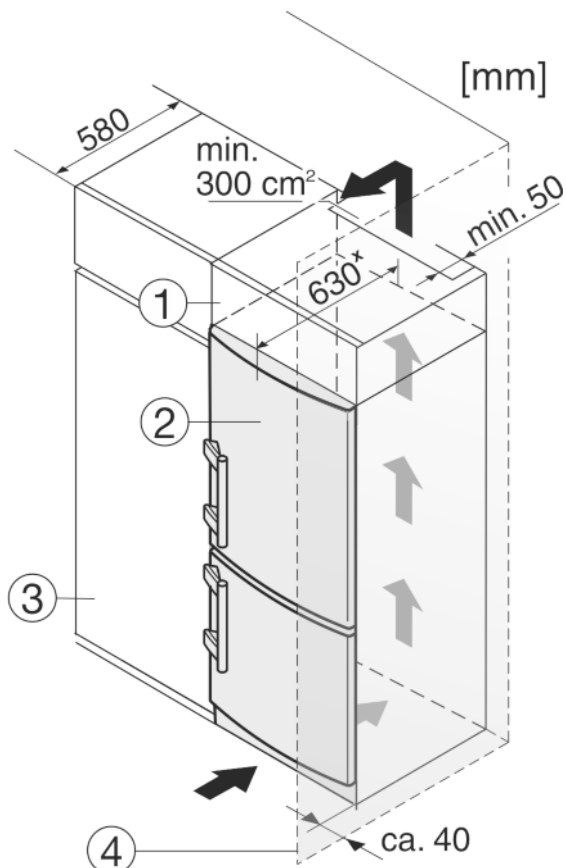

Fig. 12
Устройство может быть окружено предметами кухонной обстановки. Чтобы уравнять устройство Fig. 12 (2) по высоте с кухонной стенкой, можно установить над устройством соответствующий дополнительный шкафчик Fig. 12 (1).
При комбинировании с кухонными шкафами (глубина макс. 580 мм) устройство можно установить непосредственно рядом с кухонным шкафом Fig. 12 (3). Устройство выступает сбоку на 34 мм\* и по центру на 50 мм\* относительно передней стенки кухонного шкафа.
Если устройство установлено на шарнирах у стены Fig. 12 (4), то расстояние между устройством и стеной должно быть не менее 40 мм. Настолько выступает ручка при открытой дверце.